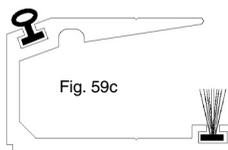

Fig. 59c
- Infilare lo spazzolino di tenuta e profilo in gomma nelle apposite canaline del profilo di tenuta (Fig. 59c)